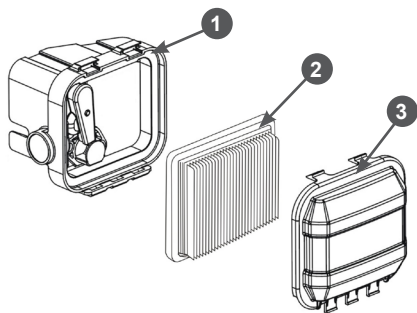

Рис. 20 Обслуживание воздушного фильтра
1. Нажмите на фиксаторы и снимите крышку воздушного фильтра 3 (Рис. 20).
2. Извлеките из корпуса 1 фильтрующий элемент 2 (Рис. 20).
4. Произведите очистку крышки 3 воздушного фильтра и корпуса 1, не допуская попадания пыли и грязи в карбюратор (Рис. 20).